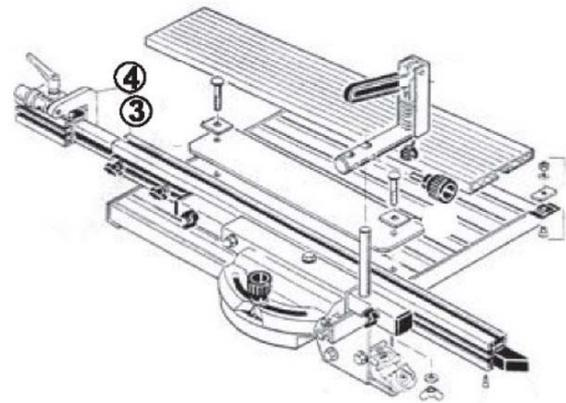

Abb. 13: Skalenhalter einstellen
Schritt 2: Setzen sie die Führungsschiene (3, Abb. 13) in die Nut der Arbeitsplatte ein und klemmen Sie die Rändelschrauben.
Schritt 3: Stecken Sie den Klappanschlag (4, Abb. 13) in die Führung des Endanschlags ein und fixieren Sie den Klemmhebel.